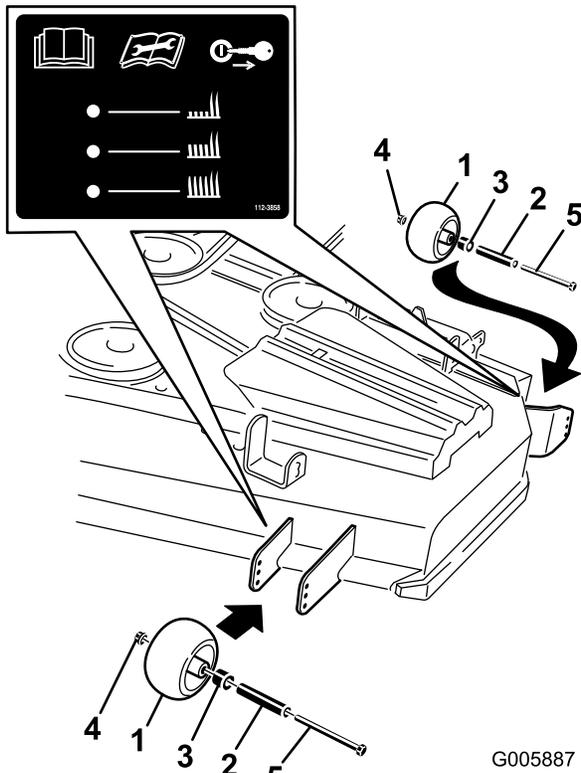
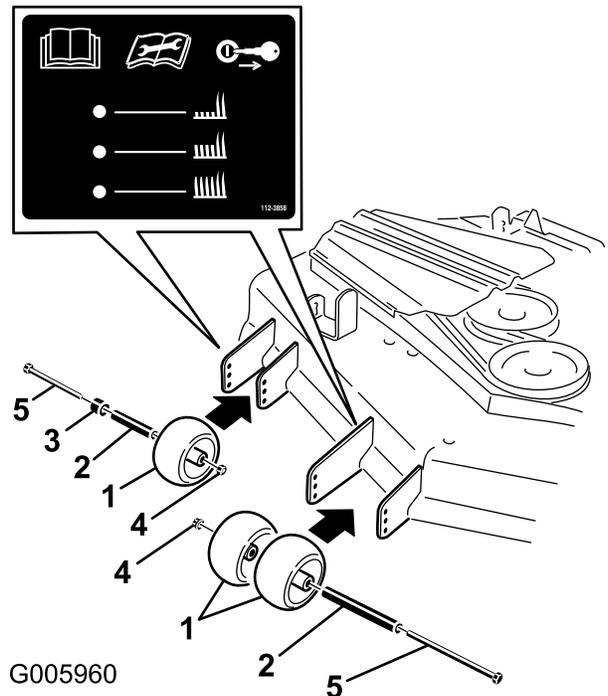

Figura 17
Figura 18
3. Después de ajustar la altura de corte, ajuste los rodillos retirando la tuerca con arandela prensada, el casquillo, el espaciador y el perno (Figura 17 o Figura 18).
**Nota:** Los dos rodillos centrales no tendrán espaciador (Figura 17 o Figura 18).
5. Instale la tuerca con arandela prensada, el casquillo, el espaciador y el perno. Apriete a 54-61 Nm (Figura 17 o Figura 18).